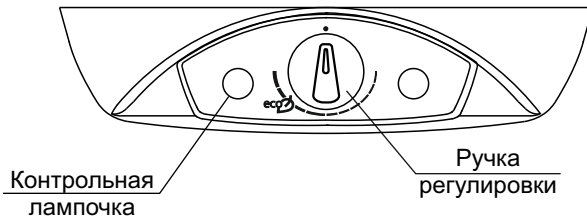

Рисунок 2 - Панель управления ЭВН моделей **3W30V1, 3W40V1, 3W50V1, 3W60V1, 3W80V1**
- в ЭВН моделей **3W30V1, 3W40V1, 3W50V1, 3W60V1, 3W80V1** регулировка осуществляется с помощью ручки регулировки. Поворотом ручки регулировки по часовой стрелке увеличивают температуру нагрева воды, против часовой стрелки - уменьшают. Для ориентации на шкале обозначено положение ручки регулировки «**eco**», соответствующее нагреву воды примерно до 60 °С (см. рисунок 2).